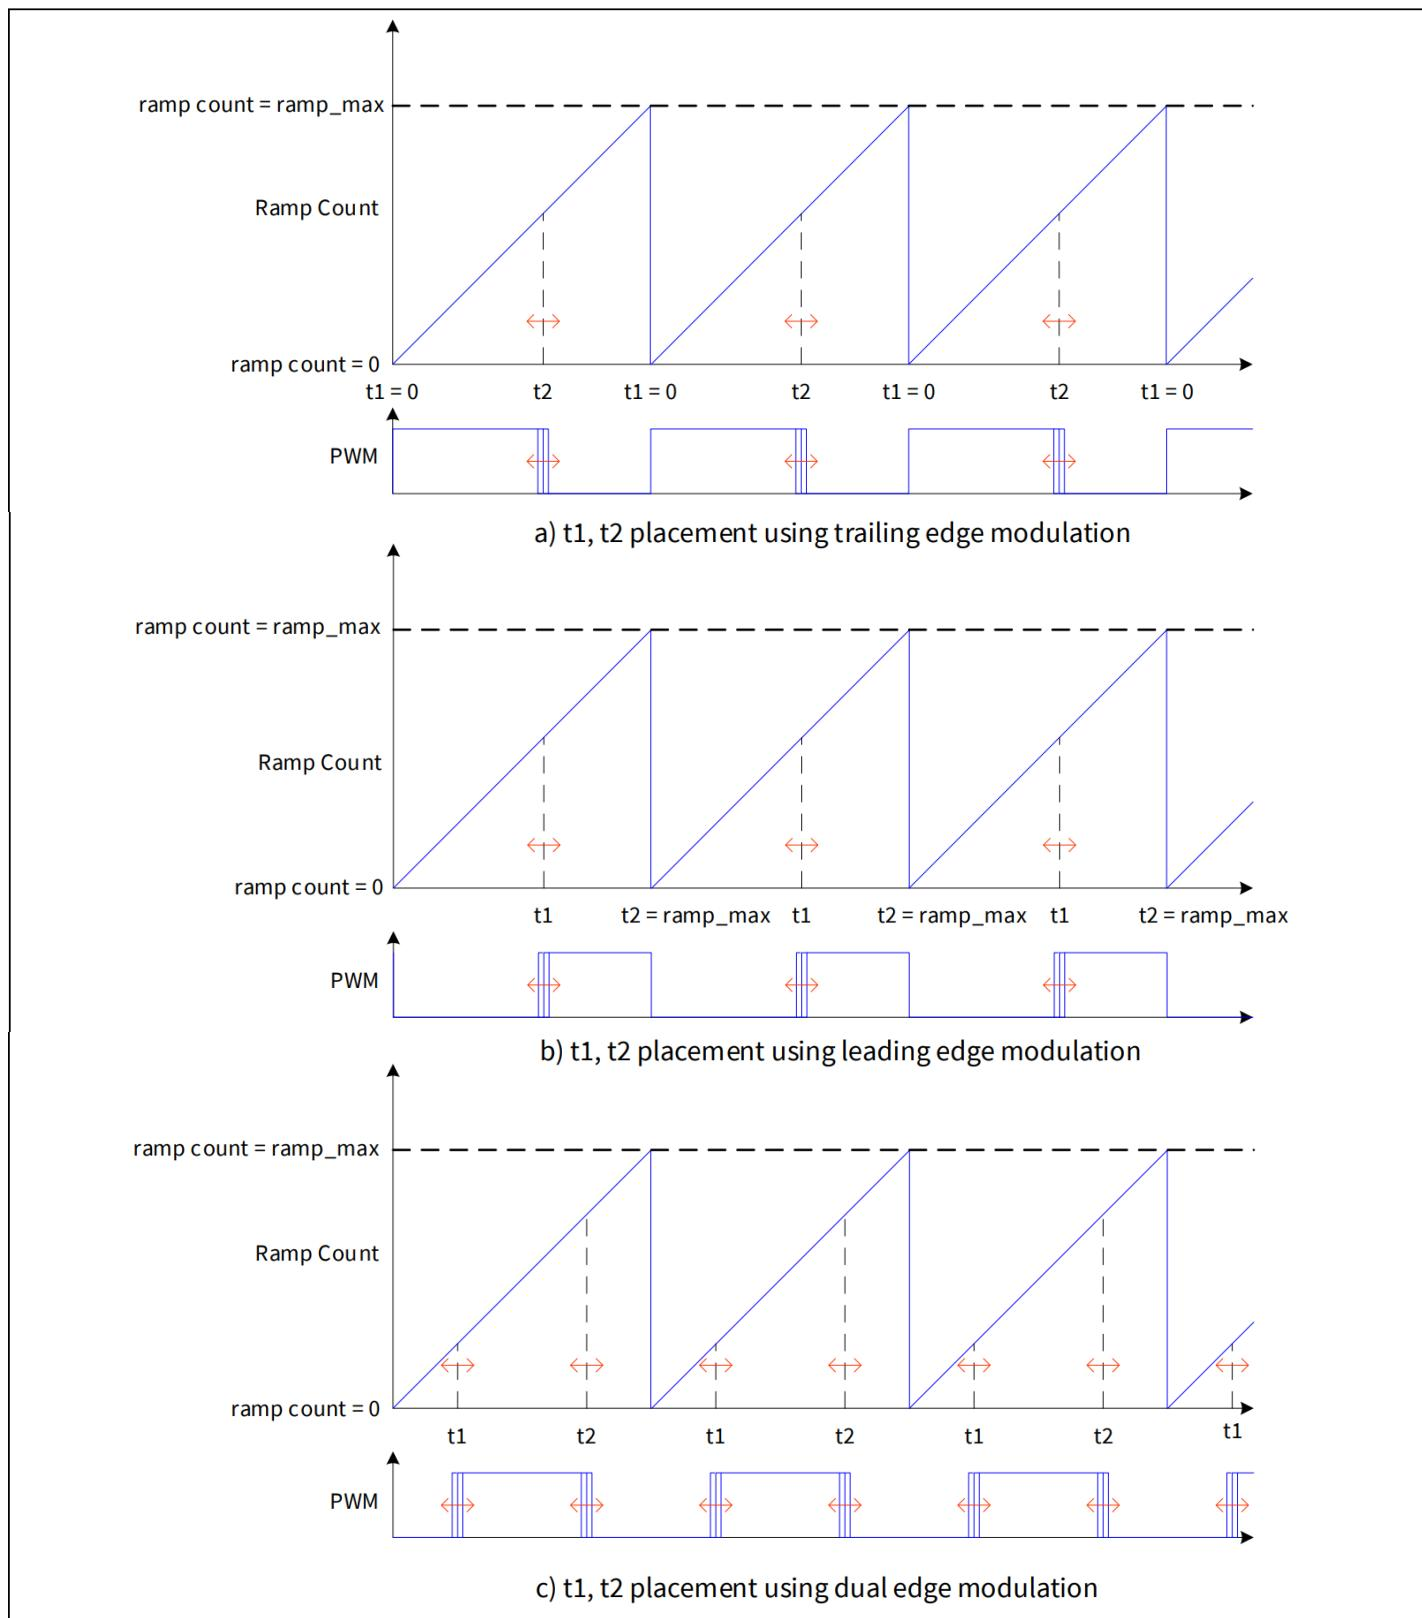

图 16 TE、LE 和 DE 调制的 T1 和 t2 位置。
VMC 支持三种 PWM 调制模式：双边沿 (DE) 调制、后沿 (TE) 调制和前沿 (LE) 调制。这些调制方案如图 16 所示。
最后一种调制方案是双边 (DE) 调制，如图 16 c) 所示。在此调制中，时间标记 t1 和 t2 均被调制。